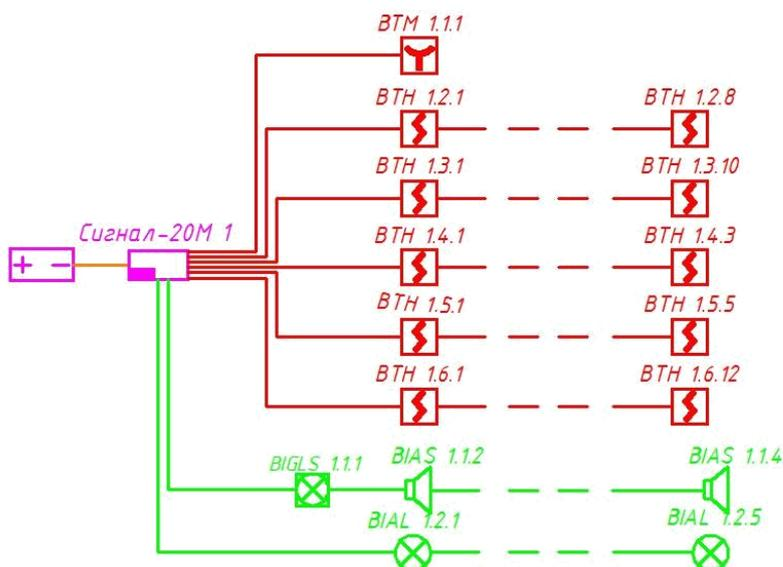

Рисунок 9.6. Структурная схема СПС.
- Выполняем схему СПС в соответствии с реальным количеством шлейфов и нумерацией извещателей по чертежу расстановки оборудования. Пример структурной схемы см. Рисунок 9.6.